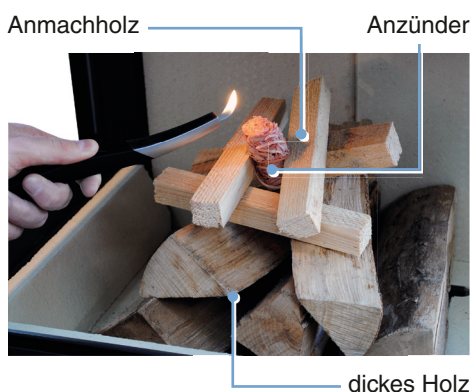

Abb.:5
- Anders als bei einem Lagerfeuer wird das Feuer im Heizeinsatz von oben angezündet. Legen Sie oben auf die Holzscheite möglichst klein gespaltenes, trockenes Weichholz als Anfeuermodul auf (Abb.:5). Öffnen Sie den Verbrennungsluftschieber zum Anheizen vollständig (siehe Abb.:6 auf Seite 15). Mit der Menge des aufgegebenen Brennstoffes bestimmen Sie maßgeblich die Heizleistung. Legen Sie Befüllmengen entsprechend Kapitel „8 Scheitholztabelle, Heizwerte“ auf.